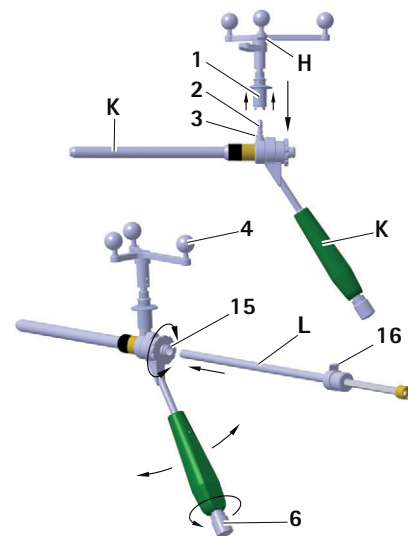

Fig. 12 Montaje de la unidad con estrella de Aesculap en el casquillo guía S⁴C; introducción del casquillo de perforación interior S⁴C
- ▶ Para asegurarse de que la cámara tenga una vista sin restricciones de las esferas marcadoras reflectantes, aflojar la manija 6 en el mango S⁴C en el casquillo guía S⁴C K y girar la unidad con estrella de Aesculap H hasta la posición deseada, ver Fig. 12.
- El casquillo de perforación interno se acopla en el casquillo interior y aún se puede girar, ver Fig. 12.